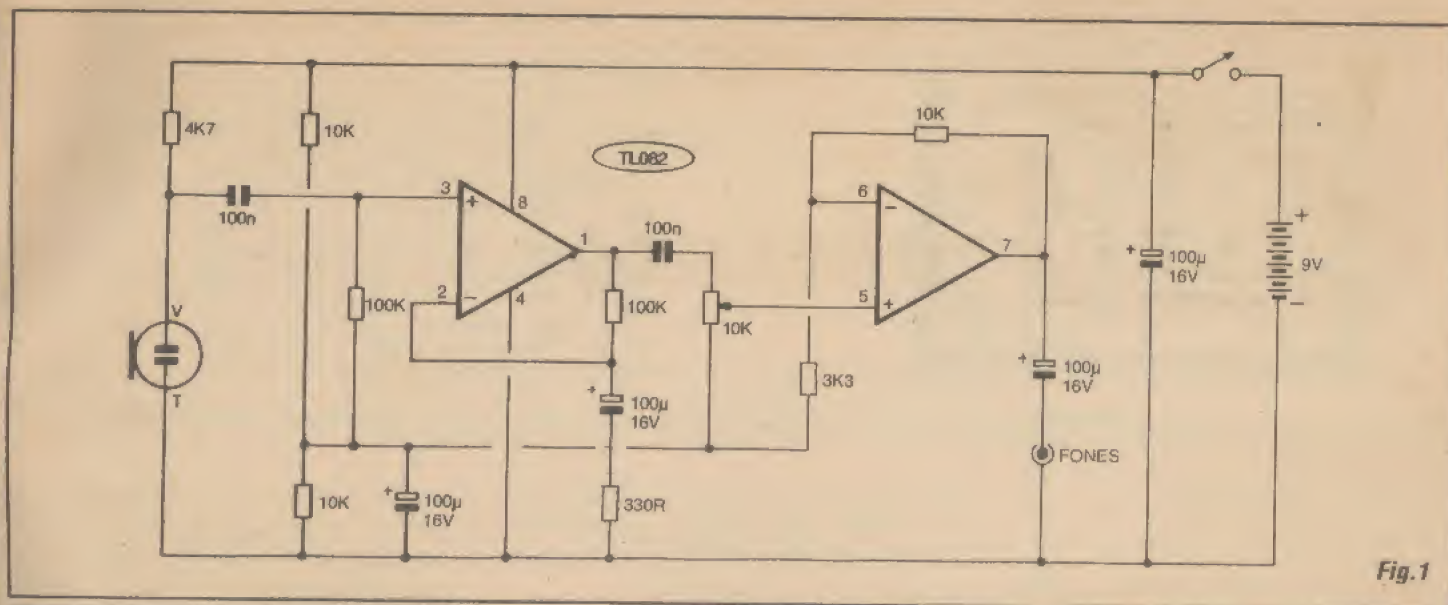

Fig. 1
- FIG. 1 - DIAGRAMA ESQUEMÁTICO DO CIRCUITO - Utilizando os dois módulos amplificadores operacionais contidos num único *chip* de integrado TL082, o circuito do ORELHÃO apresenta dois blocos elementares, porém eficientes... O primeiro deles é estruturado como poderoso amplificador de tensão, cujo ganho e faixa de frequências é basicamente determinado pelos valores dos resistores de 100K/330R e capacitor de 100u, que formam a rede de realimentação controlada entre o pino de saída desse primeiro módulo (1) e a sua entrada *inversora* (pino 2). A relação de valores oferece um fator de amplificação (ganho) de aproximadamente 300 vezes... A entrada de sinal é feita pelo pino 3 do integrado (*não inversora*), que se encontra polarizado a *meia tensão* de alimentação, via *totem* de resistores de 10K, com a intermediação de mais um resistor de 100K, de modo a garantir o máximo de